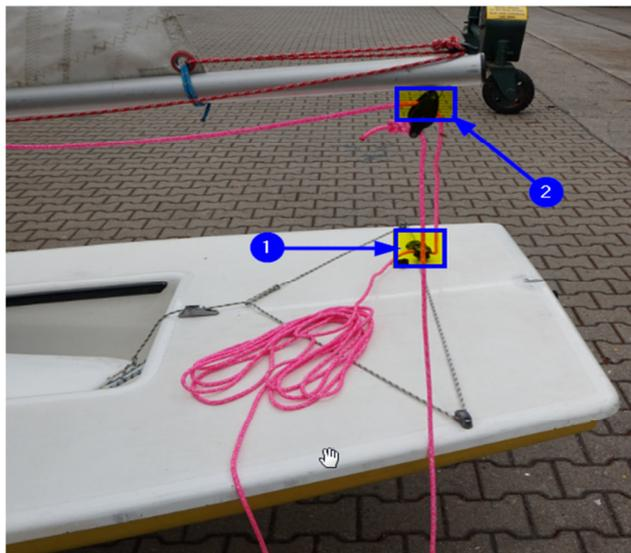

Abb. 27 – Einfädeln der Großschot am Traveller - Übersicht
1. Danach wird das andere Ende der Großschot durch den Travellerblock geführt (vgl. Abb. 27, 28, 29 und 30 – Punkt 1).
2. Anschließend wird die Großschot zurück zur Großschotrolle (vgl. Abb. 27, 28 und 30 – Punkt 2) am Baum geführt und von hinten nach vorne durch die Rolle durchgeführt.